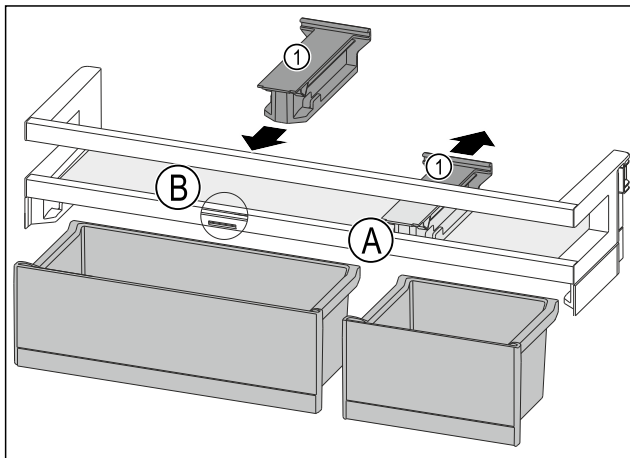

Fig. 189
- ▶ Halteteil Fig. 189 (1) in Position Fig. 189 (A) nach hinten abziehen.
- ▶ Halteteil Fig. 189 (1) in Position Fig. 189 (B) einsetzen.